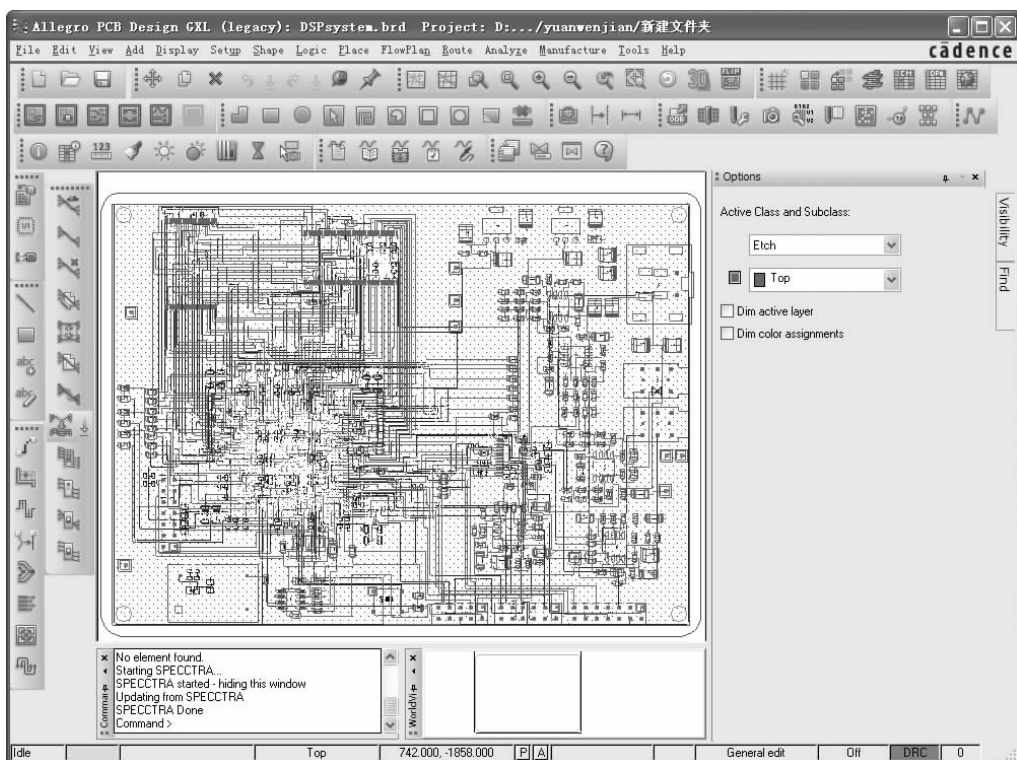

图 12-47 Allegro PCB Design GXL 编辑窗口
3) 在“Save And Quit”对话框中单击  按钮修改保存的路径, 单击  按钮, 退出 CCT 窗口, 系统将自动返回到 Allegro PCB Design GXL 编辑窗口, 如图 12-47 所示。